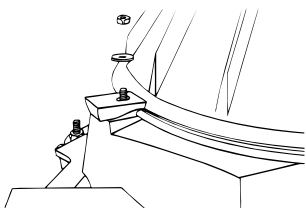

Fig. 4 Montering av røykklokke
5. Når det er tatt hull i skorsteinen, settes røykklokken på plass. Etter å være dreid i riktig stilling for røykrørinnføringen, låses den med festebrakettene (fig. 4). (2 stk. skruer M 6x25, 2 stk. skiver M Ø 6x Ø 25, 2 stk. skiver M Ø 6x Ø 12 og 2 stk. muttere M 6.)